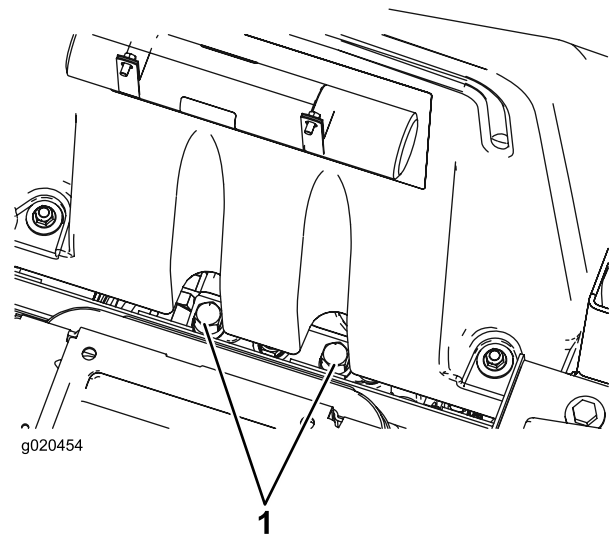

図 30
1. 運転席を倒して燃料タンク前部の下にあるバイパスバルブを見つける 図 30。